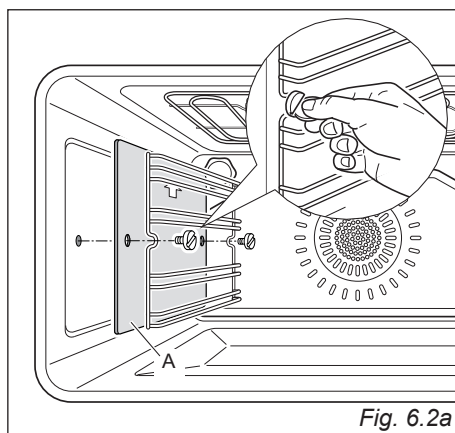

Fig. 6.2a
**Dans les modèles avec panneaux autonettoyants de série, accrocher les chassis latéraux en interposant les panneaux autonettoyants "A" (la flèche tournée vers le haut - (fig. 6.2a).**
- Vissez les grilles latérales sur les parois du four (et les panneaux autonettoyants s'ils sont fournis - fig. 6.2a).